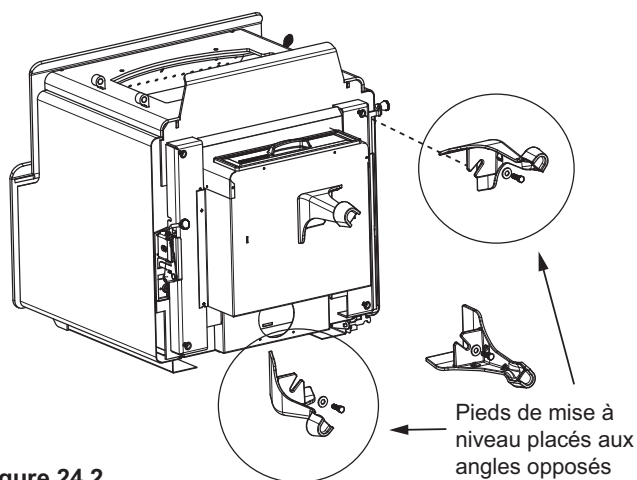

Figure 24.2
4. Installez les pieds dans les supports de fixation en vous assurant que ceux-ci reposent contre le support, puis fixez-les avec les boulons et rondelles à l'aide d'une clé ouverte 3/8 (**Figure 24.2**).
5. Installez les boulons de mise à niveau dans 2 pieds; ceux-ci devraient être placés dans des coins opposés (**Figure 24.2**).